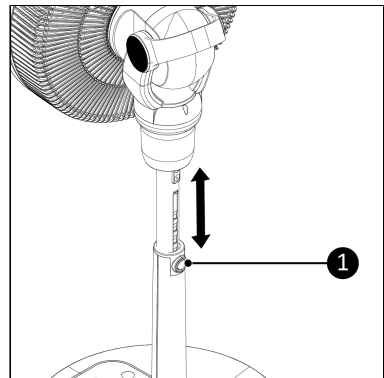

Abbildung 51.
1. Drücken Sie den Schalter zum Einstellen der Höhe (Abbildung 51, Pos. 1) am Standrohr und ziehen Sie den Ventilator nach oben oder drücken Sie ihn nach unten, um die Höhe einzustellen.